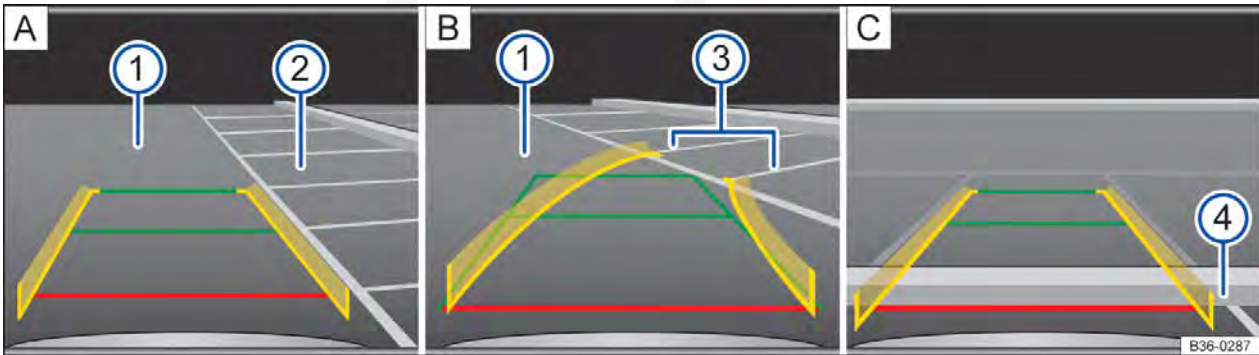

Fig. 157 Exibição do display da câmera de marcha a ré: entrar na vaga no modo 1.
Legenda para Fig. 157:
4.	Posicionar o veículo na frente da vaga de estacionamento ② ⇒ Fig. 157 A .
6.	Conduzir lentamente para trás e manobrar de modo que as guias amarelas sejam guiadas ao longo das linhas de limitação lateral ③ da vaga de estacionamento selecionada B .